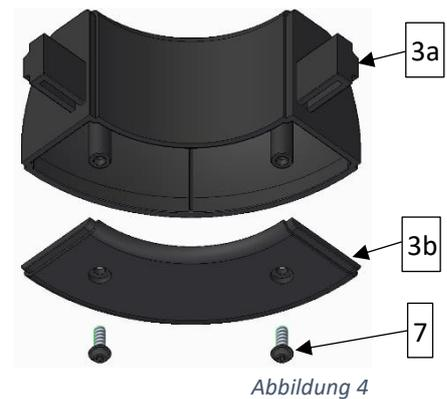

Abbildung 4
Die Eckverbinder werden wie folgt zusammengeschrubt: Auf jeweils einen Korpus (3a) kommt ein Deckel (3b), der dann mit jeweils zwei Kunststoffschrauben (7) verschraubt wird (Abb. 4). Achten Sie dabei darauf die Schraube so schwach anzuziehen, dass der Flansch der Schraube gerade so die Vertiefung berührt.